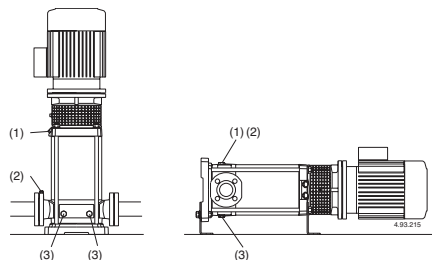

Fig. 4 (1) Riempimento e sfiato
Con la **pompa sopra il livello dell'acqua** da sollevare (funzionamento in aspirazione, **fig. 3A**) o con un battente insufficiente (inferiore a 1 m) per aprire la valvola di non ritorno, riempire il tubo aspirante e la pompa attraverso l'apposito foro (1) (**fig. 4**).
Con il **livello dell'acqua in aspirazione sopra la pompa** (funzionamento sotto battente, **fig. 3B**) riempire la pompa aprendo lentamente e completamente la saracinesca nel tubo di arrivo, tenendo aperta la saracinesca in mandata ed i fori di sfiato (**fig. 4**) per fare uscire l'aria.
Chiudere i fori di sfiato (**fig. 4**), per le pompe MXV-B, MXV(L) 25-32-40 e MXV(L)4 25-32-40 serrare la vite a spillo (14.17) nel tappo di scarico (14.12) (**fig. 4b**) e chiudere il foro di sfiato (14.04).
Se si verifica una perdita di adescamento (interruzione del flusso di mandata, nonostante le saracinesche siano aperte) o se si nota una oscillazione della pressione indicata dal manometro, ripetere lo sfido del lato aspirazione, verificare che tutte le giunzioni del tubo aspirante siano a perfetta tenuta e serrare il tappo di sfiato ed i tappi di scarico sul lato aspirazione (**fig. 4**).
Possibilmente, come nel caso di impieghi temporanei con liquidi sporchi, fare funzionare brevemente la pompa con acqua pulita per rimuovere i depositi. Oppure, dopo lo svuotamento, eseguire un lavaggio immettendo acqua pulita (almeno 40 litri) nel foro di riempimento (1) lato mandata e lasciandola uscire dal foro di scarico (3) lato aspirazione (fig. 4).
Prima dello smontaggio chiudere le saracinesche in aspirazione e mandata e svuotare il corpo pompa (fig. 4).